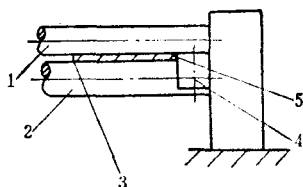

图1-1 三辊卷板机
(1) 卷板机的种类 按轴辊数目可分为三轴辊卷板机和四轴辊卷板机；按轴辊的分布位置可分为对称式卷板机和不对称式卷板机；按安装方式又可分为立式卷板机和卧式卷板机。
(2) 卷板机的名称、型号和规格 卷板机的名称是以所能加工钢板的最大厚度、宽度、轴辊数目、轴辊的分布位置及整机安装方式而命名的。如W11-16×2500型三轴辊对称卧式卷板机及W11-40×8000四轴辊卧式卷板机等。卷板机的型号有W11-16×2500、W11-16×3200、W11-20×2500和W11-40×8000等。
(3) 卷板机的性能 用四轴辊卷板机滚制异径筒节较为方便，并可同时完成较厚钢板端部的预弯和卷圆两道工序。而三轴辊卷板机在钢板卷圆之前需将钢板两端进行预弯。若在三轴辊卷板机上装置一组用圆钢制成的顶柱，如图1-1所示，则也能卷制异径筒节。由于卷板机的种类、规格不同，其技术性能也有差异，如W11-30×3000型三轴辊对称式卷板机，能卷制钢板的最大厚度为30mm、最大宽度3000mm、最小直径1000mm、卷制速度为5m/min，可卷制钢板的屈